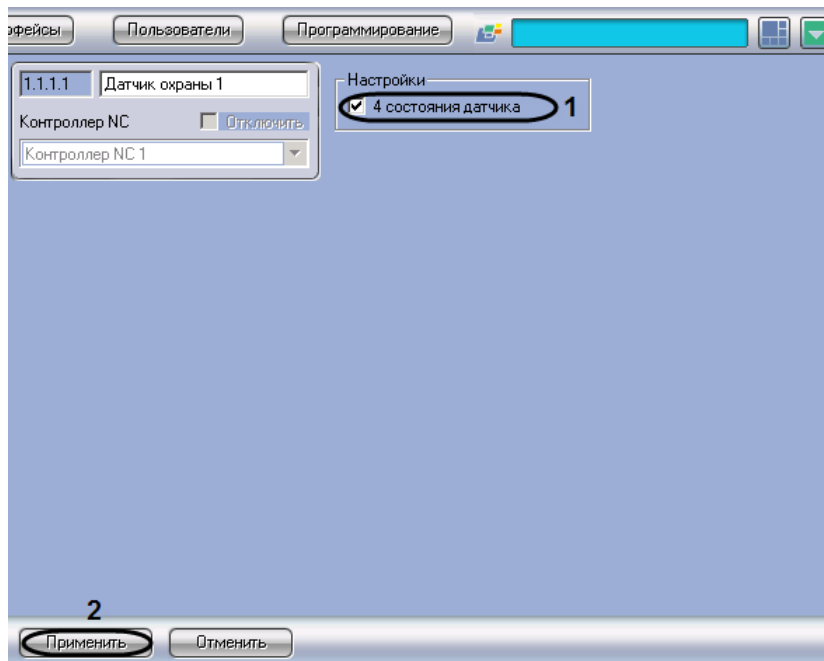

Рис. 3.4—14 Настройка охранного датчика
2. Установить флажок **4 состояния датчика** для переключения шлейфов охранного датчика в режим контроля 4-х состояний: Нормально, Тревога, Обрыв, Короткое замыкание (см. Рис. 3.4—14, 1).
3. Нажать кнопку **Применить** (см. Рис. 3.4—14, 2).